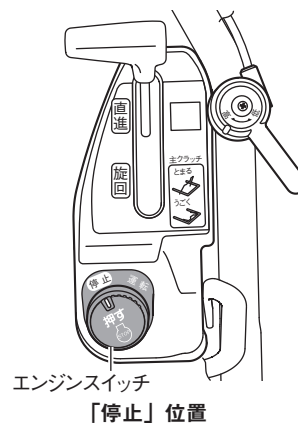

図 2-37 エンジンスイッチ (停止)
4. エンジンスイッチを押して、「停止」位置にします。エンジンが停止します。(図 2-37)